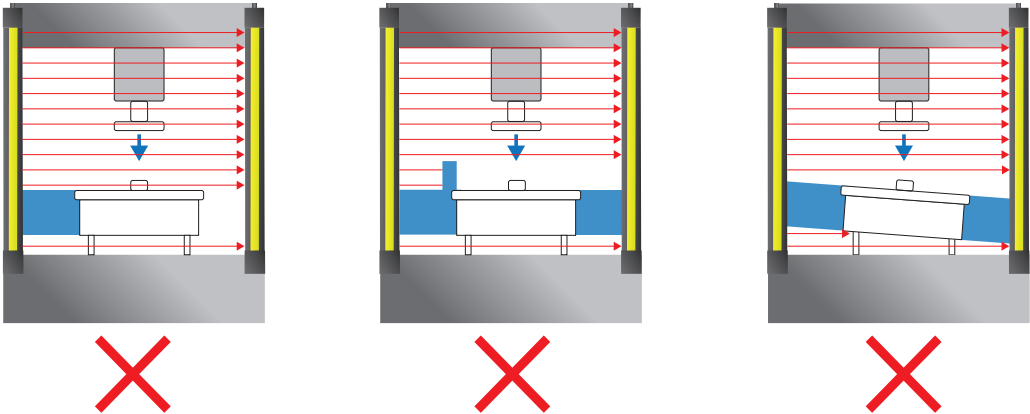

Figure 22: Prévention de la formation d'ombres
- Un système de protection mécanique doit être monté pour s'assurer qu'un « ombrage » n'est pas possible (voir Figure 22).